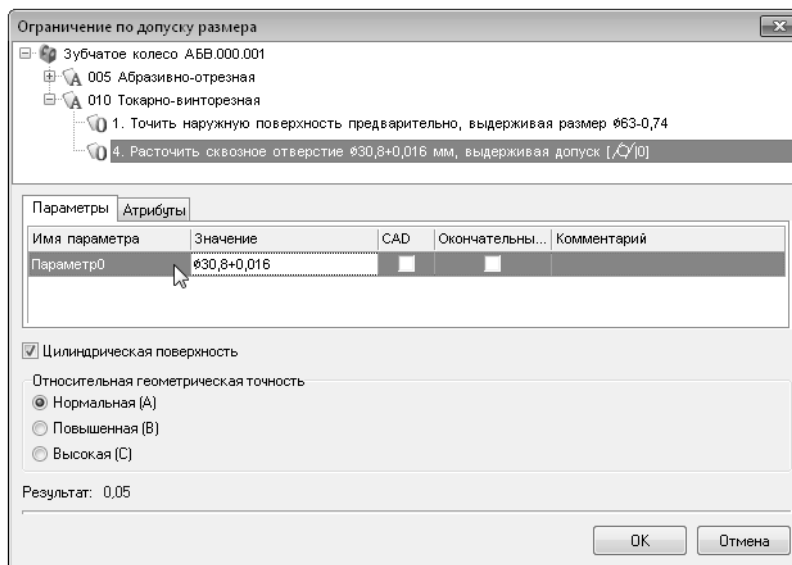

Рис. 3.7.
17. В открывшемся диалоге **Ограничение по допуску размера** установите курсор на строке с параметром (рис. 3.7). В блоке **Относительная геометрическая точность** выберите *Нормальная (A)*. В строке **Результат** будет отображен допуск. Нажмите **ОК**. В ячейке **Значение** появится рассчитанный результат. Нажмите **ОК**, и в тексте перехода появится значение допуска. В окне параметров перехода появилась еще одна запись.